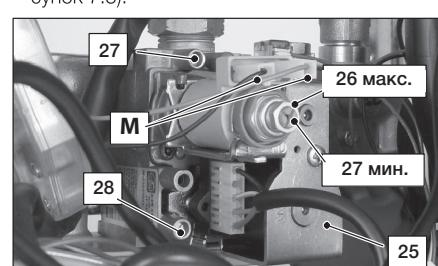

Рисунок 7.3
- Выключив котел (приведя его в нерабочее состояние), проверьте давление питания при помощи отвода 28 (см. Рисунок 7.3) и сравните считанное значение со значениями, приведенными в таблице «номинальное давление газа» в разделе «Технические характеристики» на с. 21.
- Тщательно закройте отвод для замера давления 28 (см. Рисунок 7.3).
- Откройте отвод для замера давления 27 (Рисунок 7.3) и подсоедините манометр.
Чтобы откалибровать давление в горелке, поворачивайте большую шестиугольную латунную гайку модулирующего устройства 26 (макс.), см. Рисунок 7.3 (при вращении гайки по часовой стрелке давление увеличивается).
- Отсоедините один из двух проводов питания «С» модулирующего устройства 26. Внимательно следите за тем, чтобы не прикасаться к металлическим частям котла (см. Рисунок 7.3).
- Подключите провод питания «С» к модулирующему устройству (Рисунок 7.3).
Важно! Измерив давление газа, необходимо тщательно закрыть отводы, использованные для замера давления (28 и 27, Рисунок 7.3). После проведения всех операций по регулировке газа необходимо опломбировать регулировки клапана.
- Откройте отвод для замера давления 27 (Рисунок 7.3) и подключите манометр.